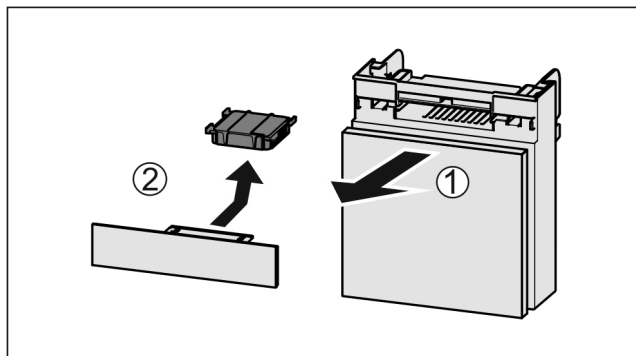

Fig. 129
- ▶ Вытянуть Fig. 129 (1) отделение движением вперед.
- ▶ Извлечение Fig. 129 (2) фильтра с активированным углем.